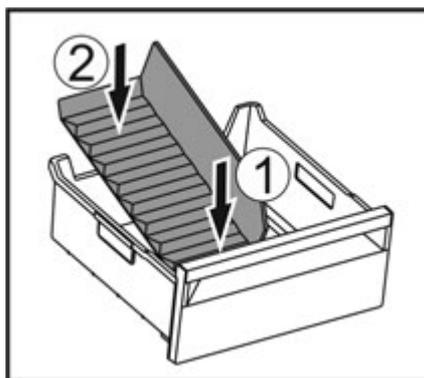

Fig. 55
► Вставити передню частину перегородки відділення для льоду. Fig. 55 (1)
► Опустити задню частину перегородки відділення до дна ящика для кубиків льоду. Fig. 55 (2)